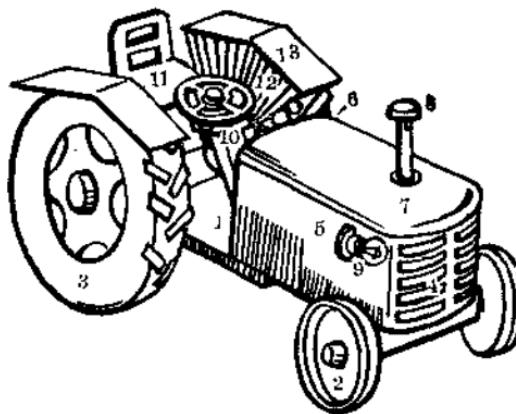

图 1
**制法：**熟悉图1所示的模型中各零件、部件名称后，即可开始制作。